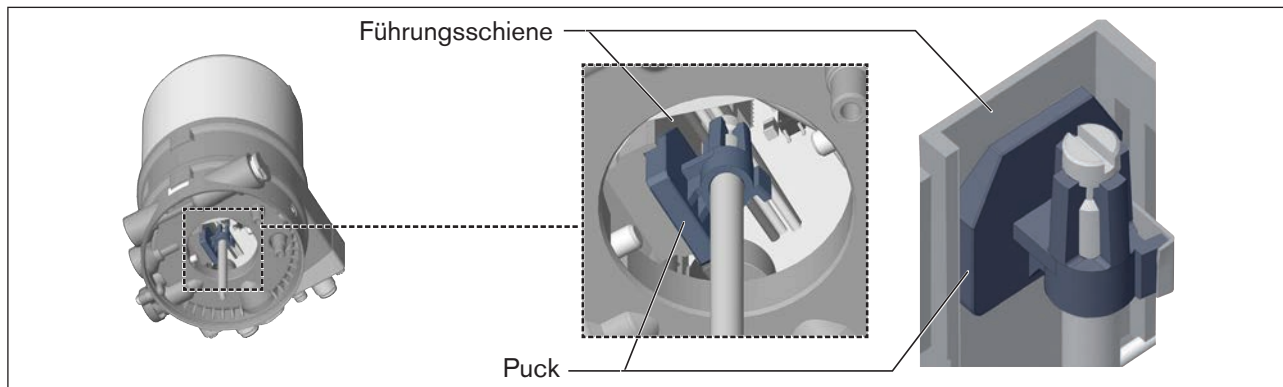

Bild 16: Ausrichten des Pucks
2. Den Puck des Antriebs zur Führungsschiene des Typ 8692/8693 (siehe „Bild 16“)